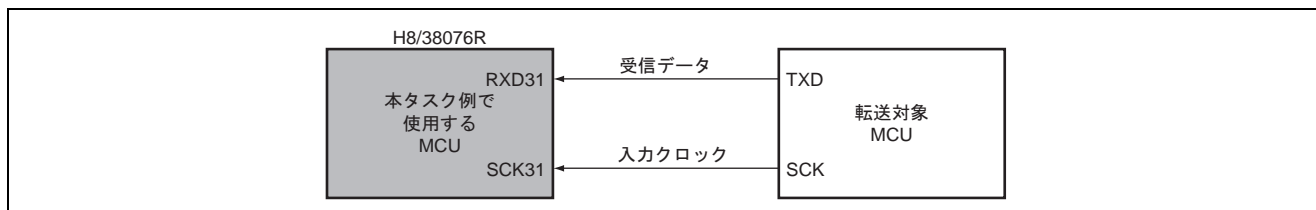

図 1 クロック同期式モードのシリアルデータ受信 (スレーブ受信)
- 図 1 にクロック同期式モードのシリアルデータ受信 (スレーブ受信) の接続例を示します。